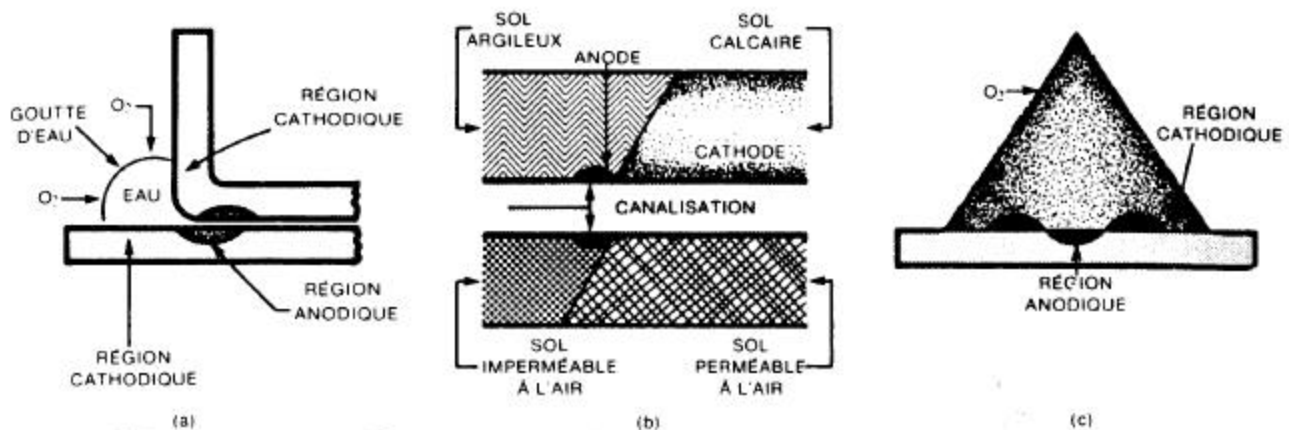

Fig. 2.103 - Quelques exemples de corrosion engendrés par différences de concentration en oxygène.
- La figure 2.103 présente quelques cas classiques.